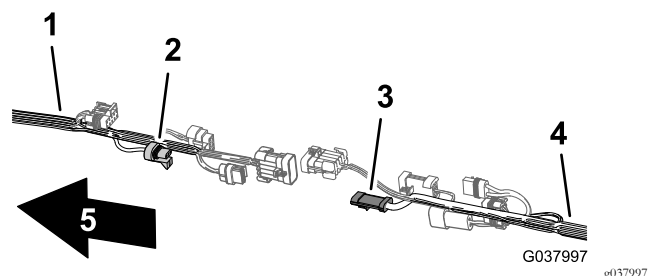

图 107
- 把用于流量计的前线束 3 插槽接头连接至用于流量计的后线束 3 针接头图 107。